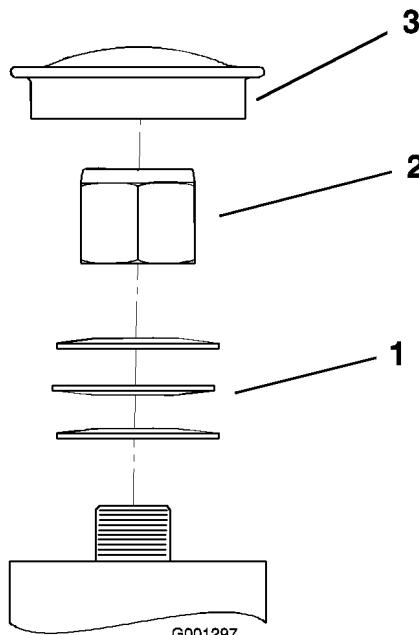

Figure 42
3. Retirez le capuchon anti-poussière de la roue pivotante et serrez le contre-écrou (Figure 42).
4. Continuez de le serrer jusqu'à ce que les rondelles élastiques soient aplatis, puis desserrez-le de 1/4 de tour pour obtenir la précharge correcte des roulements (Figure 42).
- Important:** Veillez à placer les rondelles comme illustré (Figure 42).
5. Remettez le capuchon anti-poussière en place (Figure 42).